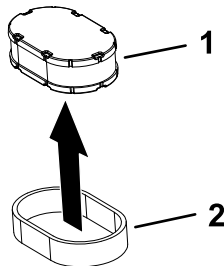

**Bild 38**
3. Setzen Sie die Abdeckung auf und arretieren Sie diese mit den Verriegelungen (Bild 38).